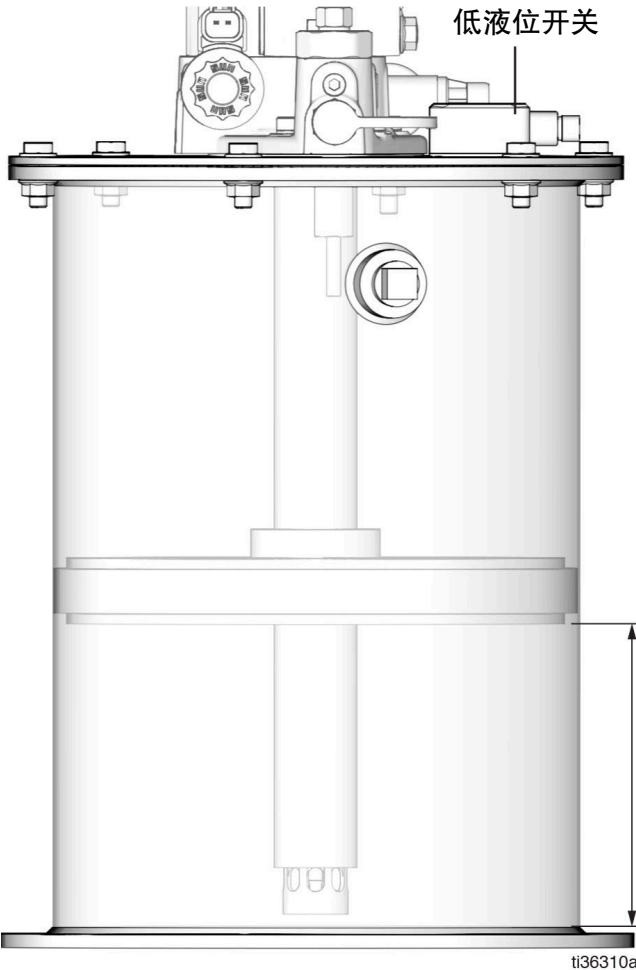

图 20
当压油盘 (Y) 到达料桶底部的出厂设定距离时，低液位开关 (S) (图 20) 显示故障。当剩余润滑脂含量约为 10 % 时，该故障将触发。